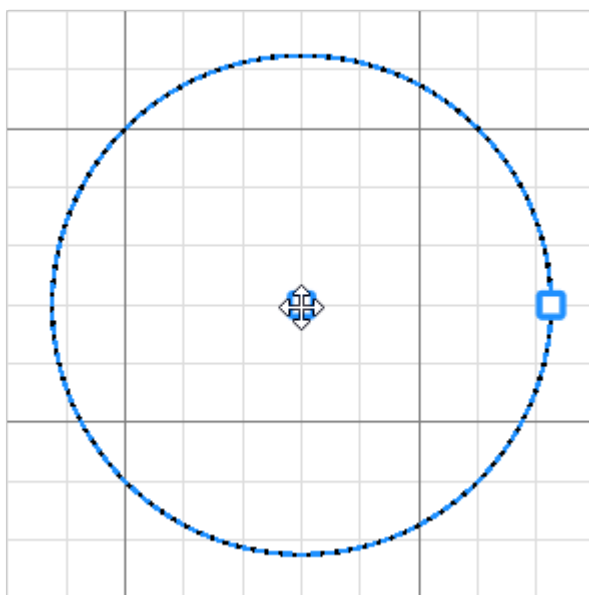

Рисунок 136. Вид курсора при доступном действии перемещения
- 1) Выделить нужный объект или несколько объектов. При выделении отображаются маркеры трансформации объекта. При наведении указателя мыши на маркер трансформации курсор меняет вид в соответствии с доступным типом действия для данного маркера (см. рисунок 136).